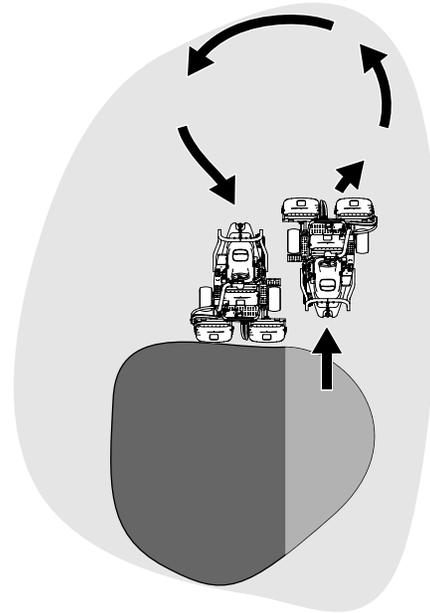

图 25
6. 要缩短下一趟剪草的操作时间并方便剪出直线应轻轻朝相反方向转动机器然后再转向未剪部分。此动作是一个泪滴状的转弯图 25 可将机器快速对齐进行下一趟剪草。